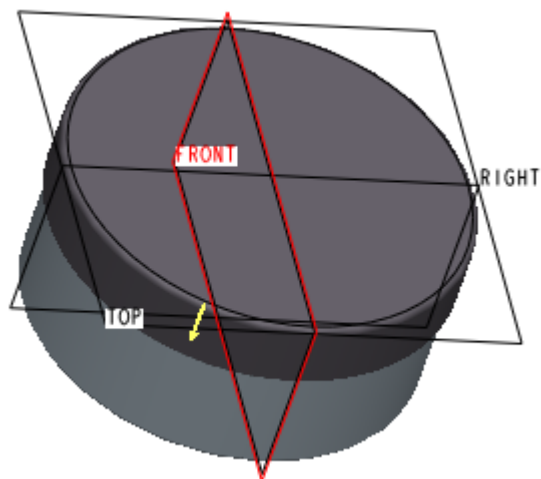

图 59-8
(3) 单击  ，打开【剖面】对话框。如图 59-8 所示，选择模型大端面为草绘平面，选择 FRONT 基准面为视图方向参照，单击【草绘】按钮，进入草绘工作环境。